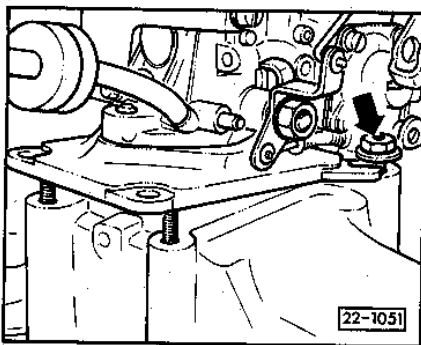

Abb. 1 34 PICT-Vergaser aus- und einbauen
- ◆ aus- und einbauen ⇒ Abb. 1